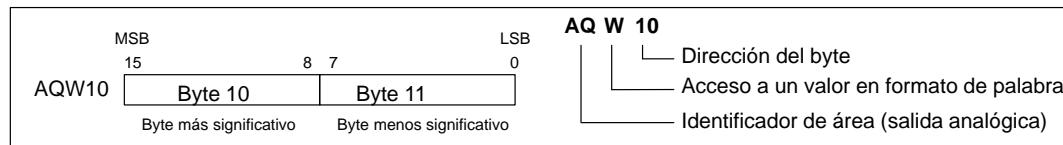

Figura 7-6 Acceso a una salida analógica
La CPU S7-200 convierte valores digitales en formato de palabra (de 16 bits) en valores reales analógicos (p.ej. corriente o voltaje), proporcionales al valor digital. A estos valores se accede con un identificador de área (AQ), seguido del tamaño de los datos (W) y de la dirección del byte inicial. Puesto que las salidas analógicas son palabras que comienzan siempre en bytes pares (p.ej. 0, 2, 4, etc.), es preciso utilizar direcciones con bytes pares (p.ej. AQW0, AQW2, AQW4, etc). para acceder a las mismas, como muestra la figura 7-6. El programa no puede leer los valores de las salidas analógicas.